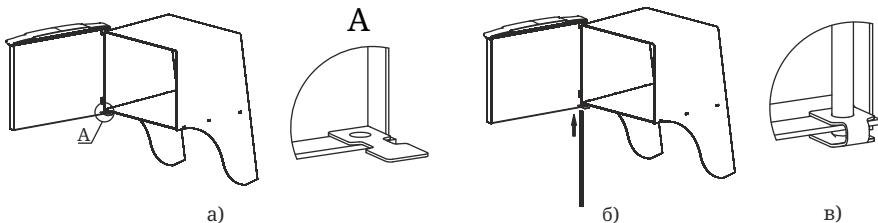

Рисунок 7. Установка дверцы при монтаже печи
2. Установите дверцу на втулки топливного канала, совместив отверстия (рисунок 7.а);
- каркаса, при этом упор должен располагаться внутри каркаса (рисунок 7.а);
3. Вставьте ось через отверстия снизу вверх (рисунок 7.б),
4. Подогните упор, фиксируя конец оси между площадками упора (рисунок 7.в).